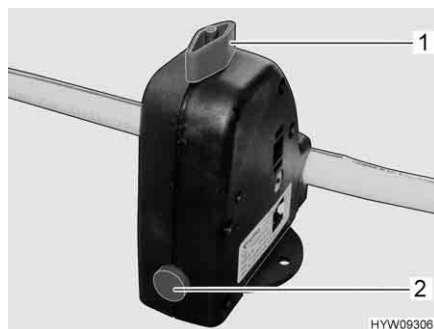

Bild 193 Säkerhets-/avtappningsventil (varmvattenberedare)
Varmvattenberedaren är utrustad med en säkerhets-/avtappningsventil (Bild 193). Säkerhets-/avtappningsventilen gör så att vattnet i varmvattenberedaren inte kallnar när det är frost och värmen inte är påslagen.
- Stäng säkerhets-/avtappningsventilen. Ställ vredet (Bild 193,1) diagonalt mot säkerhets-/avtappningsventilen och tryck in tryckknappen (Bild 193,2).
- Öppna säkerhets-/avtappningsventil. Vrid då vredet (Bild 193,1) mot säkerhets-/avtappningsventilen. Tryckknappen (Bild 193,2) skjuts ut. Nu töms varmvattenberedaren via säkerhets-/avtappningsventilen utomhus.